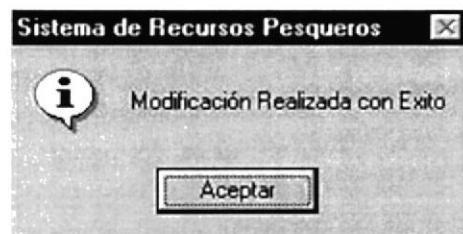

Figura 9.83 Mensaje de Modificación
4. Si se ha realizado una modificación se mostrará la siguiente pantalla (ver figura 9.83).